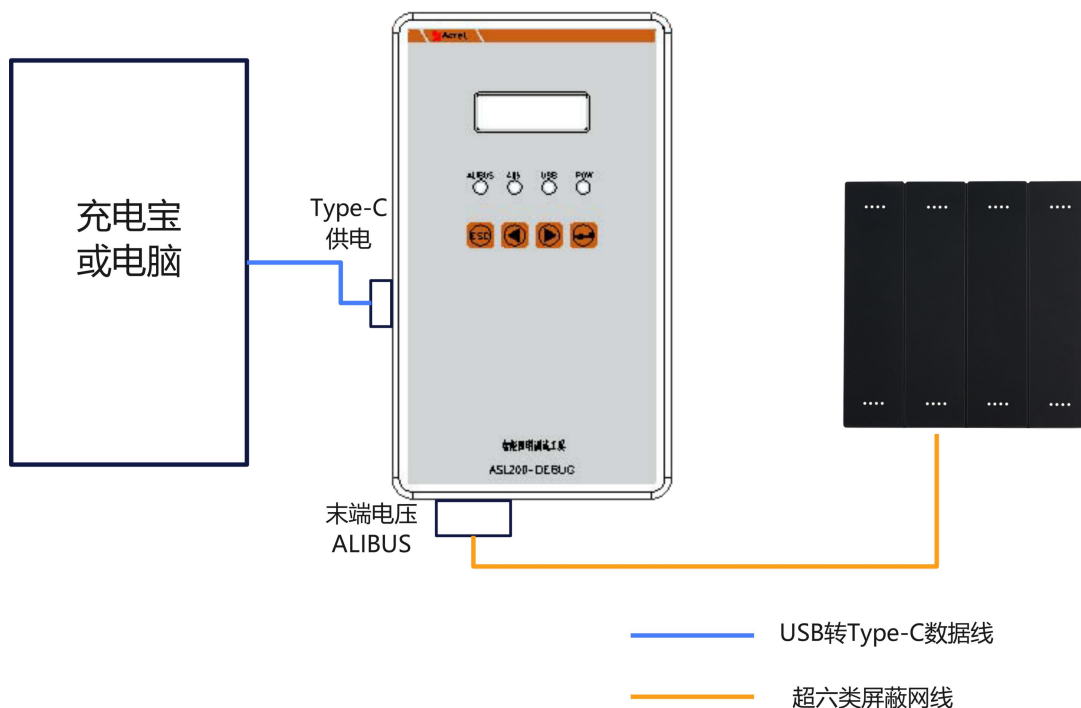
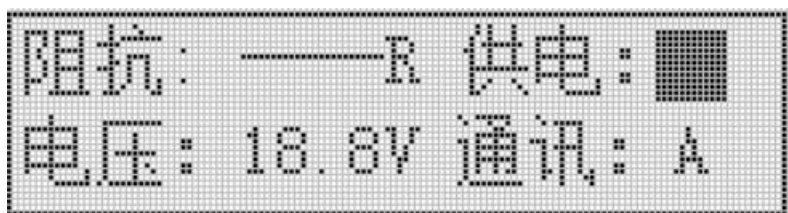

图16 检测电压时设备连接示意图
图17 检测电压时液晶屏显示
②将设备与调试工具末端电压检测网口连接如图16所示，显示屏上末端电压如图17所示。